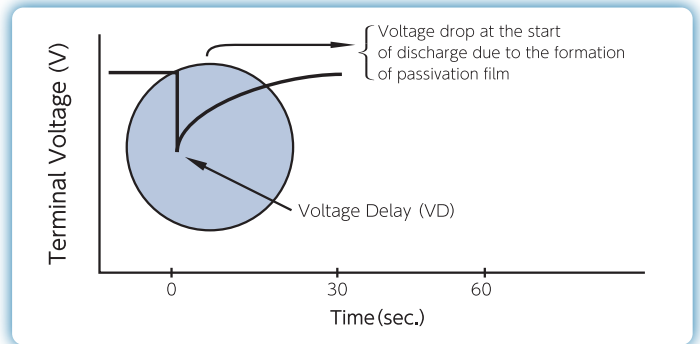

Fig. 1 Voltage Delay
- 塩化チオニルリチウム電池の自己放電は極めて少なくなっています。これは負極電極表面に不動態膜(塩化リチウム皮膜)が形成されており、この不動態膜により長期貯蔵を可能にしています。その反面、電池に負荷を掛けた時にこの不動態膜が抵抗となり一時的に電圧低下が起こります。……………(図1)
(図1) 過渡最低電圧
- The self-discharge amount of Thionyl Chloride Lithium Batteries are very low. This is due to the passive film (lithium chloride film) formed on the surface of the negative electrode which allows long term storage. On the other hand, when load is applied to the battery, this passive film acts as resistance, creating a temporary voltage drop. Fig. 1